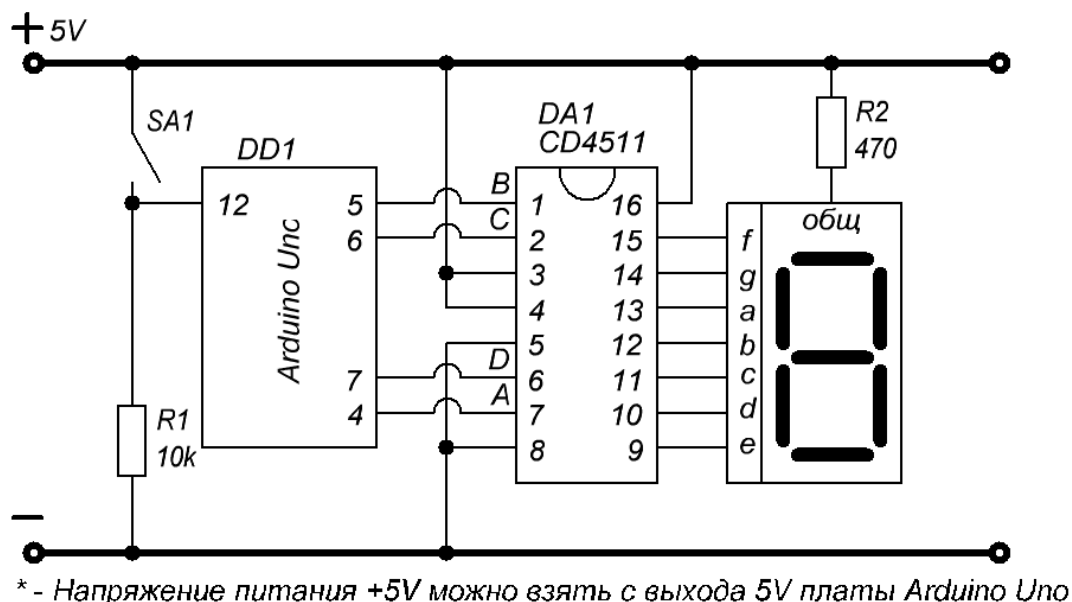

Рис. 27. Схема для сборки
1. В облачной среде *Tinkercad* собрать и запрограммировать дикрементальный микроконтроллерный счётчик (рис. 27). В качестве кнопки счета используется контакт SA1. В собираемой схеме использовать светодиодный индикатор с общим анодом.